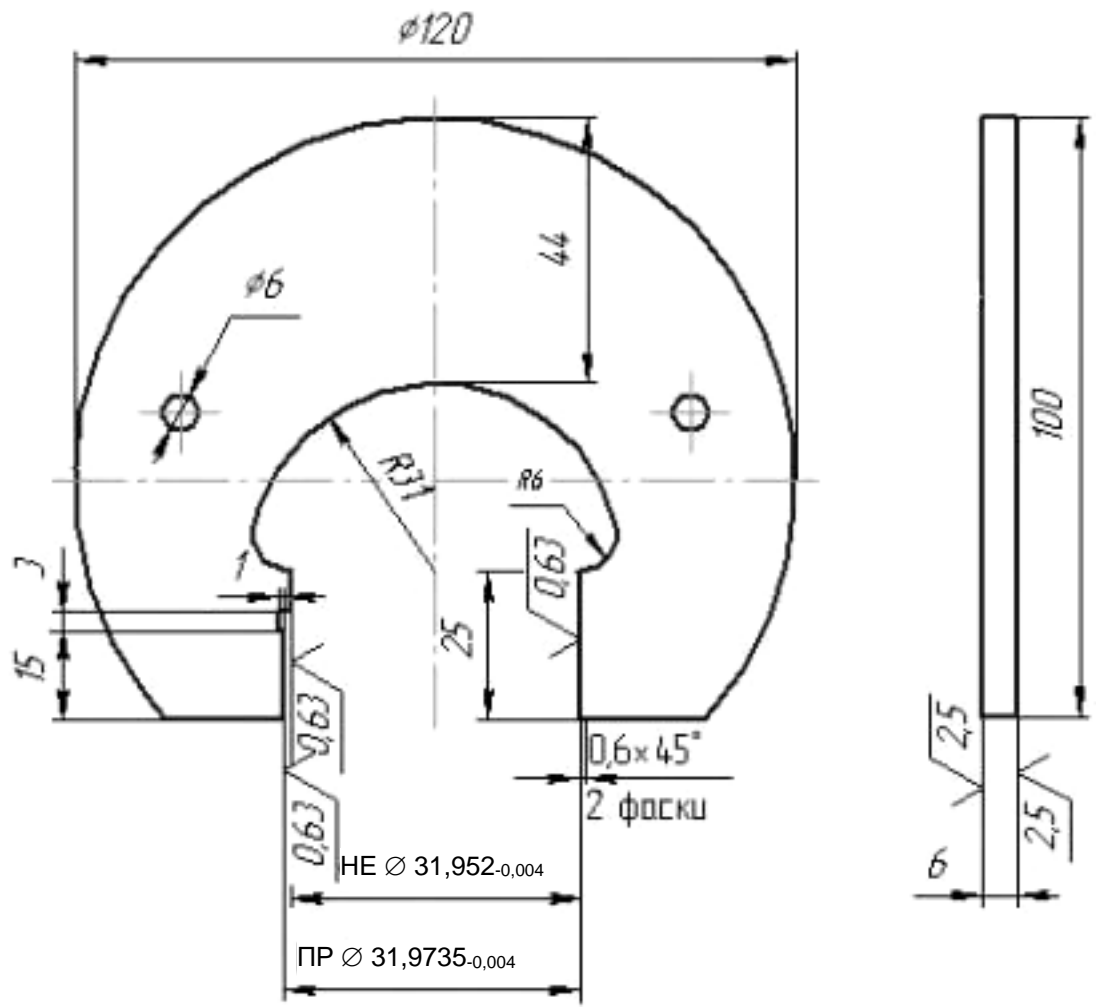

Рис. 3. Чертеж калибр-скобы.
3. Выполняем на рис. 3 чертеж калибр-скобы.